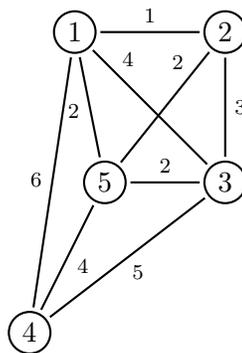

Figura 3.1: Grafo - Ejemplo 4
**Ejemplo 4** Una pequeña escuela dispone de 5 computadores. La distancia entre cada equipo se muestra en la Figura 3.1. ¿Cuál es la longitud mínima de cable requerida para conectar todos los computadores ?